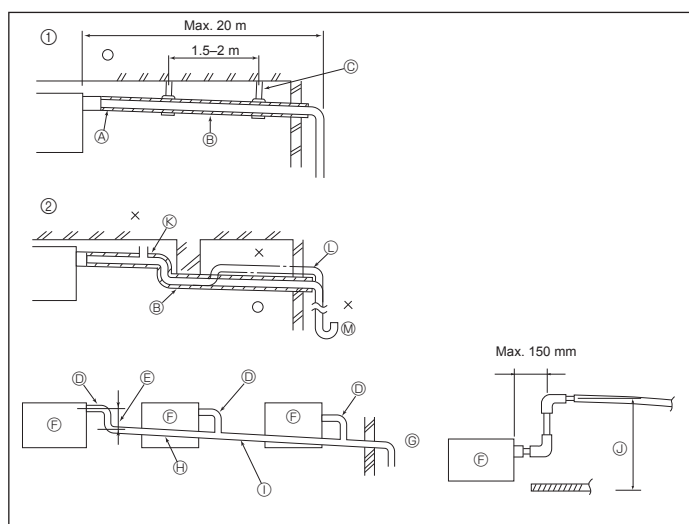

Fig. 6-1
6.1. Mise en place du tuyau d'écoulement (Fig. 6-1)
- ① Tuyautage correct
- ② Tuyautage erroné